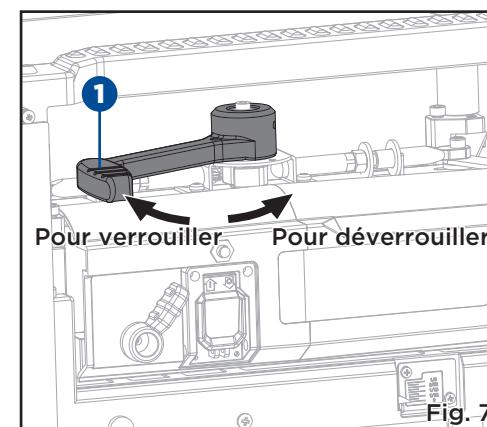

Fig. 7
**LEVIER DE VERROUILLAGE DE CHARIOT (Fig. 7)**
- Avec l'interrupteur d'alimentation en position ARRÊT (O), tournez le levier de verrouillage du chariot (1) dans le sens antihoraire pour déverrouiller la tête de coupe.
- Une fois que la tête de coupe est dans la position souhaitée, verrouillez la tête de coupe en tournant le levier de verrouillage du chariot (1) dans le sens horaire.